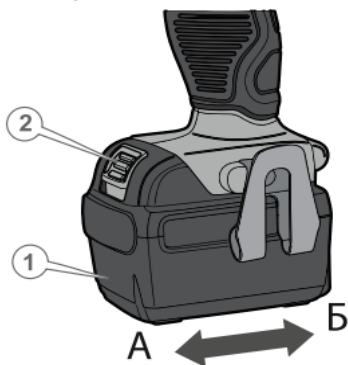

Рисунок 3. Схема встановлення/зняття АКБ.
5.1.7 Встановлення та зняття акумуляторних батарей (рис. 3).
Перед встановленням або зняттям акумуляторних батарей (2, рис.3) завжди блокувати пускову клавішу від випадкового пуску.
Щоб зняти акумуляторні батареї, по чергово злегка натиснути на кнопку фіксації АКБ (1, рис. 3) батареї та, не відпускаючи кнопку, із невеликим